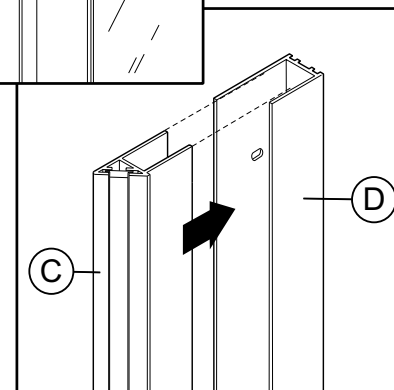

Fig. 4.2
- Insert the expandable magnetic jamb (C) into the other wall jamb (D) (Fig. 4.2).
- By sliding the expandable jambs (C) and the door (H), adjust the door so it closes tightly (there should be no space between the two magnetic strips).
- NOTE: make sure the door is centered between the two wall jambs (D).**
- Insérez le montant extensible magnétique (C) dans l'autre montant mural (D) (Fig. 4.2).
- En glissant le montant extensible (C) et la porte (H), réglez le tout de façon à ce que la porte ferme parfaitement (il ne doit y avoir aucun jour entre les deux bandes magnétiques). **NOTE: veillez à ce que la porte soit bien centrée entre les montants muraux (D).**
- Inserte la jamba magnética desplegable (C) en la otra jamba (D) (Fig. 4.2).
- Deslice la jamba magnética desplegable (C) y la puerta (H), para ajustar la puerta de tal forma que ésta cierre perfectamente (no debe haber espacio alguno entre las dos bandas magnéticas). **NOTA: Asegúrese de que la puerta esté bien centrada entre las dos jambas (D).**